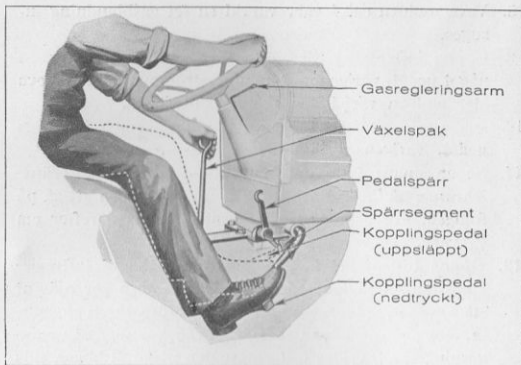

Fig. 5.
7. Öppna gasspjället något genom att föra gasarmen ungefär till en tredjedel nedåt (se fig. 5).
1. Tryck ned kopplingspedalen så långt den går (se fig. 5).